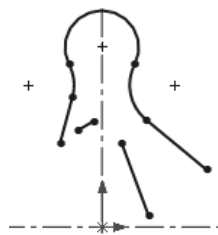

图 10.4 绘制直线
Step 3 绘制直线。选择下拉菜单 **工具(T)** → **草图绘制实体(K)** → **直线(L)** 命令，在图形区绘制图 10.4 所示的直线。